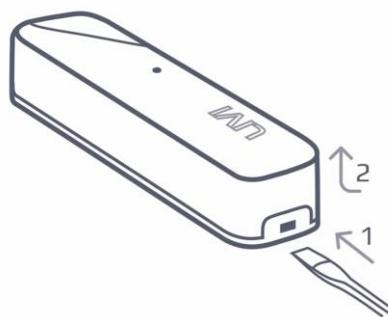

Рисунок 6.2 – Снятие крышки датчика открытия
- Снимите крышку датчика: при помощи плоской отвертки нажмите на одну из защелок и, не отпуская защелку, потяните основную часть корпуса вверх (см. рисунок 6.2).
Для подключения геркона/ШС снимите крышку основного элемента датчика (см. рисунок 6.2) и подключите провода к клемме, расположенной над батарейным отсеком, как показано на схеме слева.
- Снимите крышку с основного элемента датчика (см. рисунок 6.2) и закрепите крышку в выбранном месте с помощью самонарезающих винтов так, чтобы скошенный участок располагался у края двери/окна.